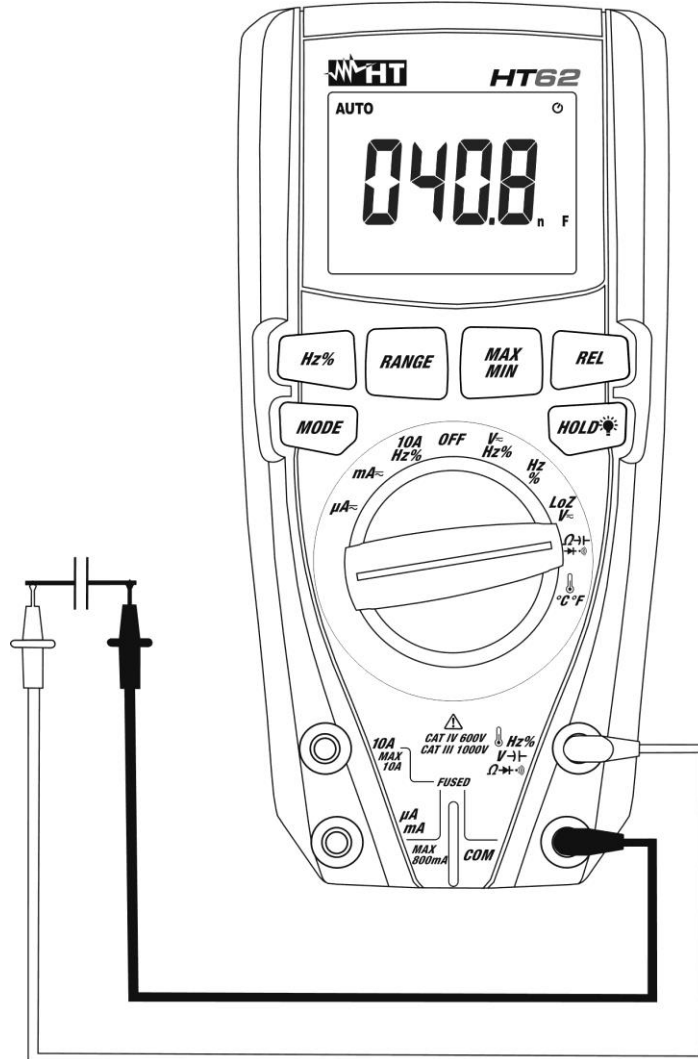

Fig. 8: Mesure de capacité
5. Positionner les embouts aux extrémités du condensateur sous test en respectant, éventuellement, les polarités positives (câble rouge) et négatives (câble noir) (voir Fig. 8). La valeur de capacité sera affichée à l'écran.